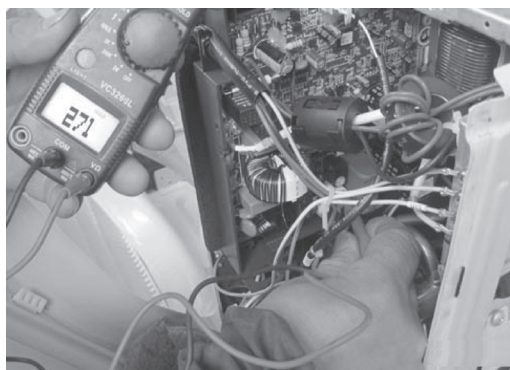

图 5-65 V、U 线和 V、W 线之间电阻为 $271k\Omega$
9) V、U 线和 V、W 线之间电阻为 $271k\Omega$, 如图 5-65 所示。判断为 V 相线圈开路。